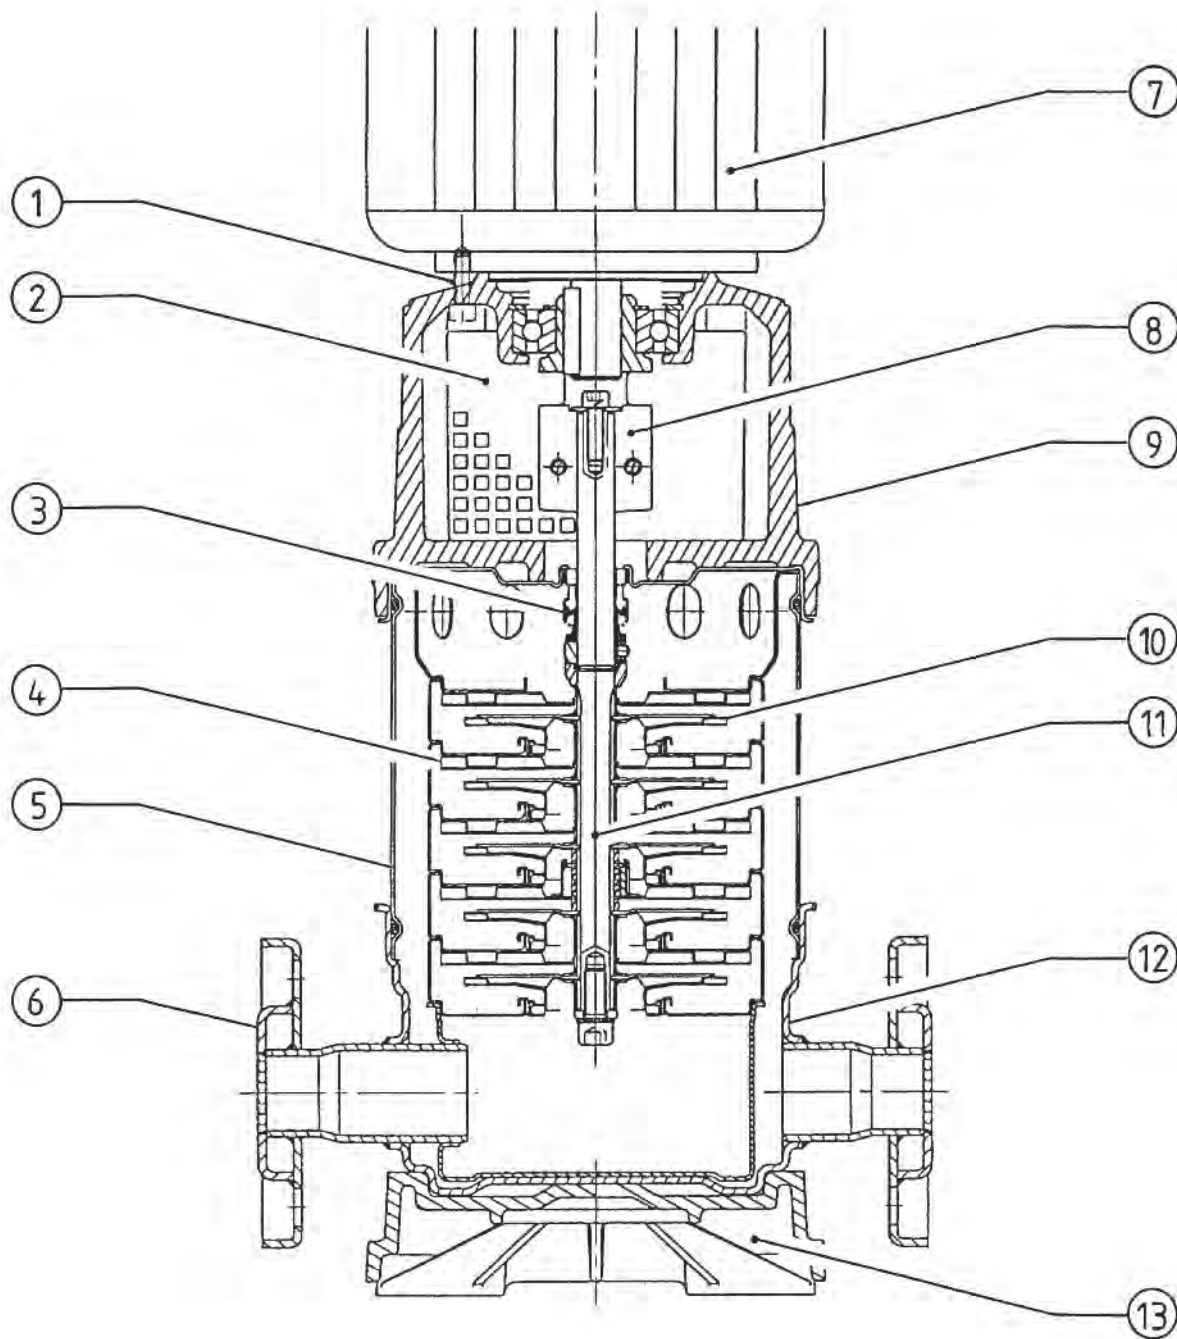

Fig. 2
- Насос должен находиться в таком месте, которое может быть достаточно доступным при проведении проверки насоса и его демонтажа. Насос должен всегда находиться в строго вертикальном положении, насос необходимо поместить на бетонное основание, имеющее достаточную массу (рисунок 2, ссылка 13). Между основанием и полом должны находиться демпферы вибрации.
- Если вы имеете дело с особенно тяжелыми моделями насосов, необходимо иметь специальный крюк (рисунок 2, ссылка 12) или кольцо, которые бы имели достаточную несущую способность (общая масса насоса: см. каталог или лист технических данных), что дает возможность использовать лебедку, ворот или подобные устройства во время проведения работ по профилактическому обслуживанию или ремонту насоса.
- При монтаже всасывающего и нагнетающего патрубков необходимо исключить любое дополнительное усилие. Можно использовать компенсаторы ограниченной длины для погашения вибраций. Трубопроводы и каналы должны быть зафиксированы (рисунок 2, ссылка 7) таким образом, чтобы их масса не оказывала давление на насос.
- Как правило, необходимо размещать запорное устройство (рисунок 2, ссылки 2 и 3) спереди и сзади от насоса; таким образом, при проверке или замене насоса не нужно будет полностью опорожнять, а затем наполнять установку.
- Необходимо обеспечить наличие в самом нагнетающем патрубке системы, препятствующей обратному оттоку жидкости (рисунок 2, ссылка 4).
- В случае прямого подключения к коммунальной сети водопровода для питьевой воды всасывающий патрубок должен быть также оснащен системой, препятствующей обратному оттоку жидкости (рисунок 2, ссылка 4), и запорным вентилем (рисунок 2, ссылка 2).
- В случае непрямого подключения к коммунальной сети водопровода для питьевой воды через резервуар всасывающий патрубок должен быть оснащен отсасывающей камерой (рисунок 2, ссылка 8) для того, чтобы в насос не попадали никакие посторонние предметы или загрязняющие элементы.